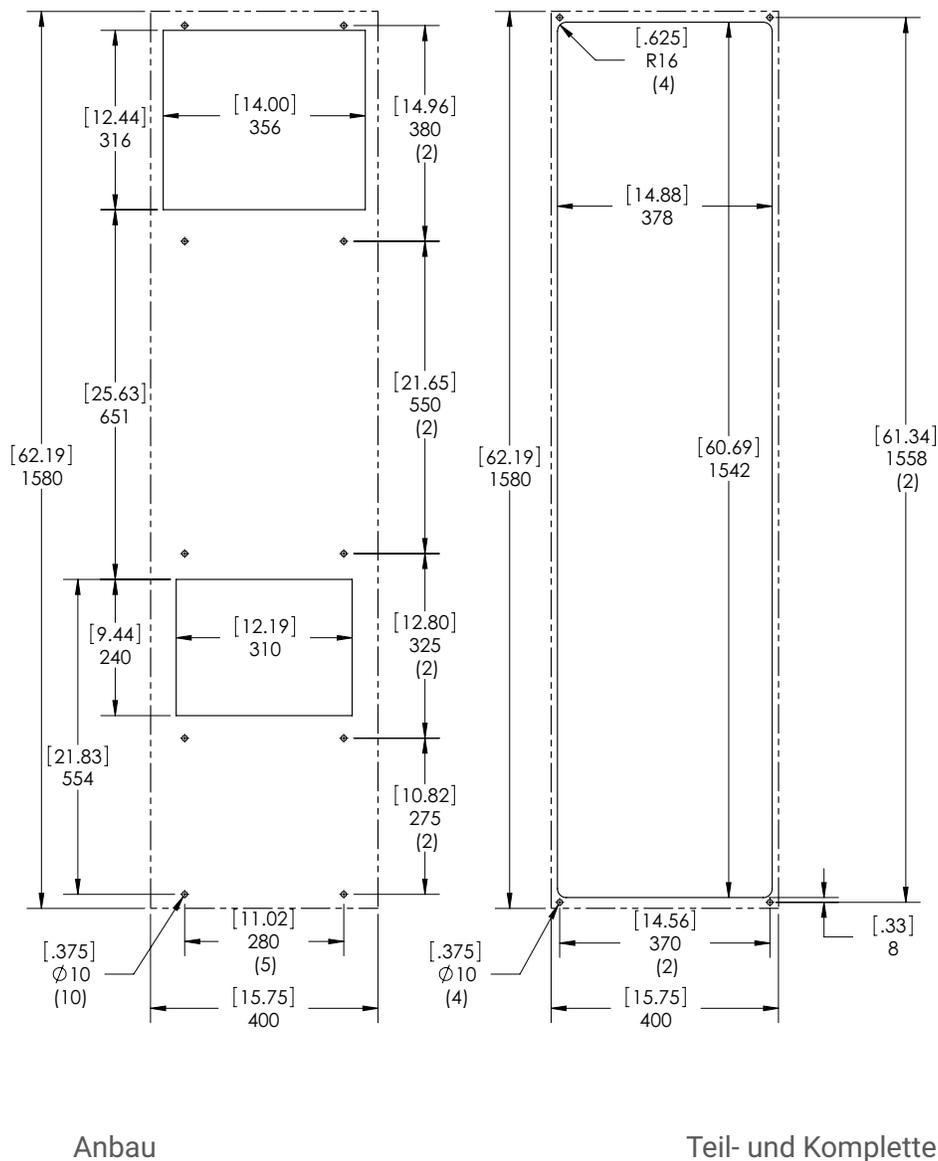
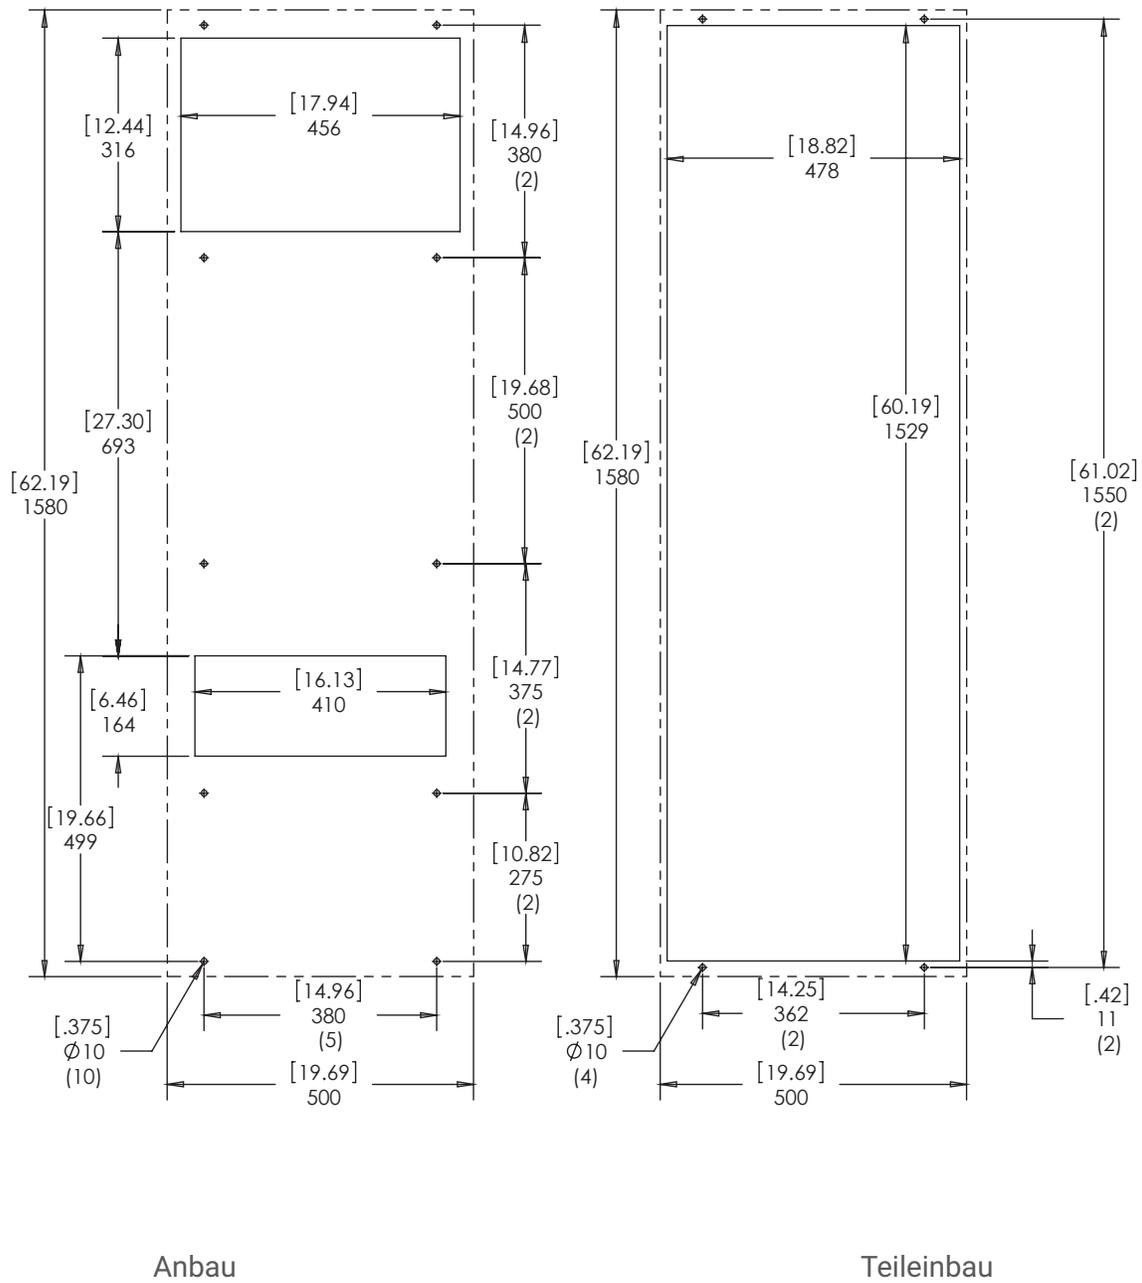

Figure 10
Figure 11
2. Bereiten Sie den Schrank anhand der mitgelieferten Ausschnittschablone vor (siehe Figure 10 und Figure 11). An der Vorderseite des Geräts muss ein Abstand von mindestens 0,5 m eingehalten werden, damit der Luftstrom nicht behindert wird. An den Seiten des Geräts müssen jeweils mindestens 5 cm Abstand eingehalten werden. Damit die Kondensatauffangwanne nicht überläuft, darf das Gerät nicht mehr als 3° zur Ebene geneigt sein.